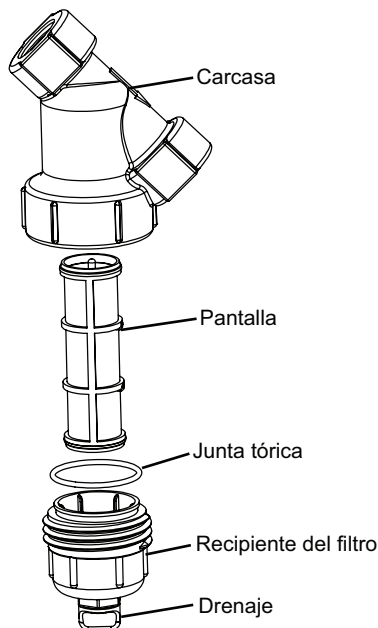

Figura 15
- Cierre la válvula de suministro de la bomba de agua (Figura 1) y abra el drenaje del filtro (Figura 15).
- Afloje el recipiente del filtro (Figura 15) a mano.